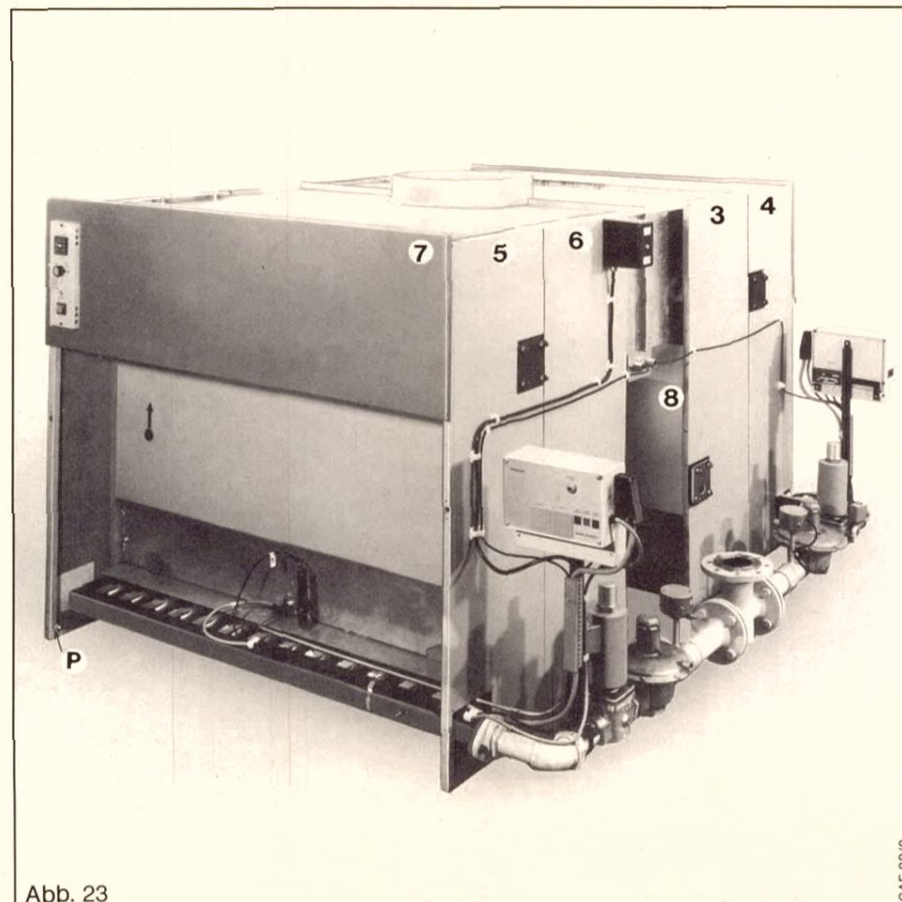
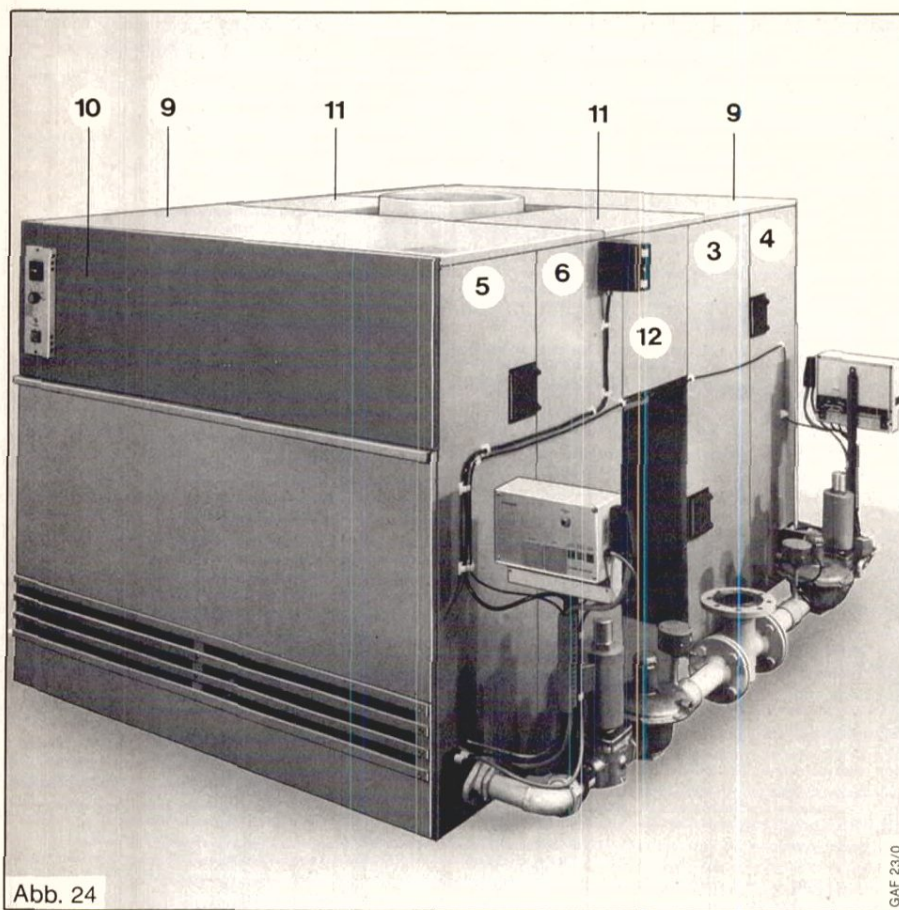

Abb. 23
Abb. 24
Mantelblech, hinten (8) mittels 4 Blechschrauben mit Blech (3) links und Blech (6) rechts verschrauben, Abb. 23.
4 Fassonschrauben in Mantelblech, oben (9) einschrauben und auf die Bleche (3) und (4) links sowie auf die Bleche (5) und (6) rechts auflegen. Fassonschrauben müssen in die dafür vorgesehenen Öffnungen einrasten, Abb. 23.
2 Fassonschrauben oben in Mantelblech, vorn (10), Abb. 24, einschrauben. Blech mit den seitlichen Haken unten, schräg nach vorn geneigt, auf die Stifte (P), Abb. 23, stellen und an die Bleche (4) links und (5) rechts andrücken. Fassonschrauben müssen einrasten.
In Mantelbleche, seitlich (3) und (6) sowie Mantelbleche, oben (9) Bolzen einschrauben. Mantelbleche, oben (11) und Mantelbleche, seitlich (12) einhängen, Abb. 24.
Zündbrenner an Brennerplatten mittig montieren, Abb. 23.
Zündgasleitungen auf erforderliche Länge kürzen und verlegen, Abb. 23. Instrumententafeln mittels Stecker mit Schaltkästen der Gasstraßen verbinden.